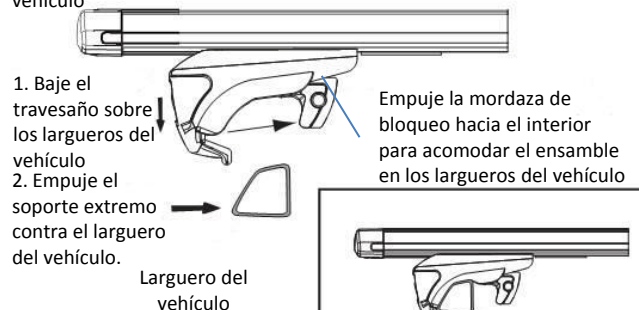

Fig. 2b.
- Empuje los soportes extremo contra los largueros laterales del vehículo (Recuadro Fig 2b y 2b) verificando que el travesaño tenga un saliente igual más allá de los soportes extremo (mida la distancia del extremo del travesaño hasta el soporte extremo en cualquier lado del vehículo y ajuste hasta que queden iguales (Fig 2c.)